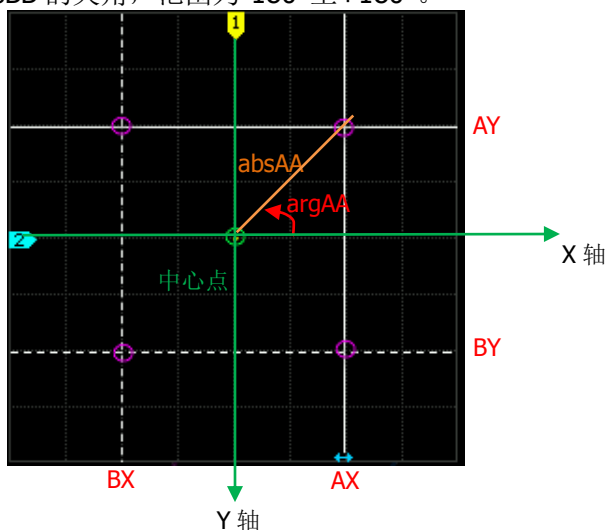

图 6-8 XY 光标测量结果定义
- absAA: 光标 AX 和光标 AY 交点相对于中心点的弦长，中心点定义为屏幕中两个通道标签所在的水平位置（即 X 轴）与垂直位置（即 Y 轴）的交点。如图 6-8 所示。